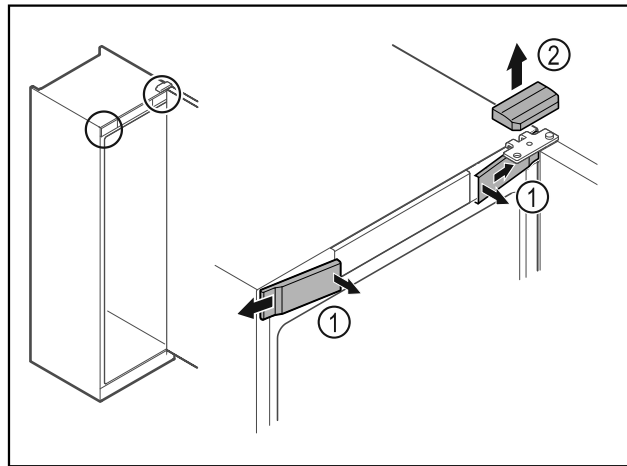

Fig. 8
- ▶ Disinnestare le coperture anteriori Fig. 8 (1) dall'interno ed estrarle lateralmente.
- ▶ Rimuovere la copertura superiore Fig. 8 (2) sollevandola verso l'alto.